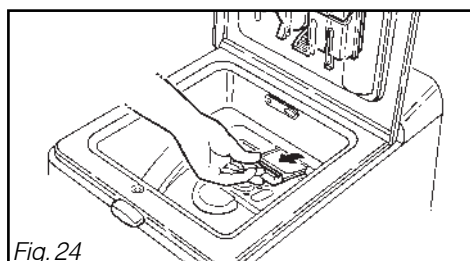

Fig. 24
- enlevez le filtre de son logement en le tirant vers vous (*Fig. 24*).